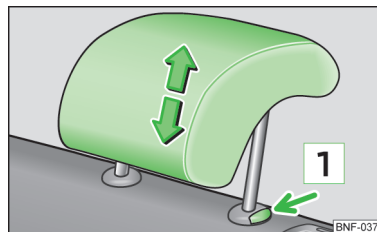

Fig. 40
- Prindeți tetiera din lateral, cu ambele mâini, și deplasați-o în sus, după dorință » fig. 40.
- Apăsați tasta de siguranță **1** » fig. 40 cu o mână și mențineți-o apăsată, iar cu cealaltă mână extrageți tetiera.